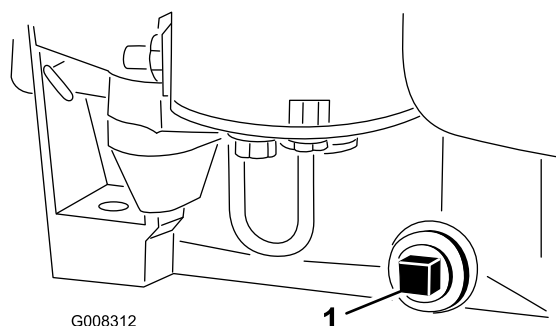

Figure 25
9. Enlevez le bouchon de vidange pour permettre à l'huile de s'écouler (Figure 25).